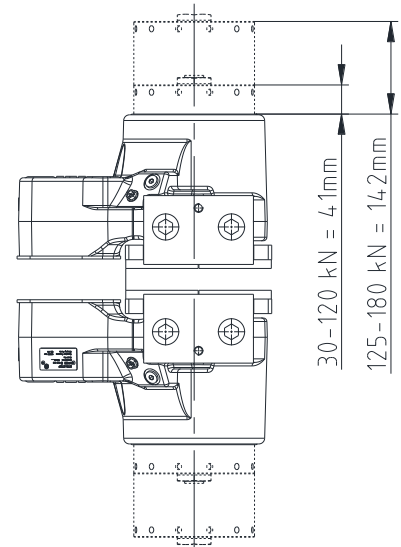

Bild 12: Einstellung der Einstellmutter
- Kontrollieren Sie beidseitig die Position der Einstellmutter (Bauteil 1.7). Stellen Sie diese ggf. auf das richtige Maß ein (siehe Bild 12).